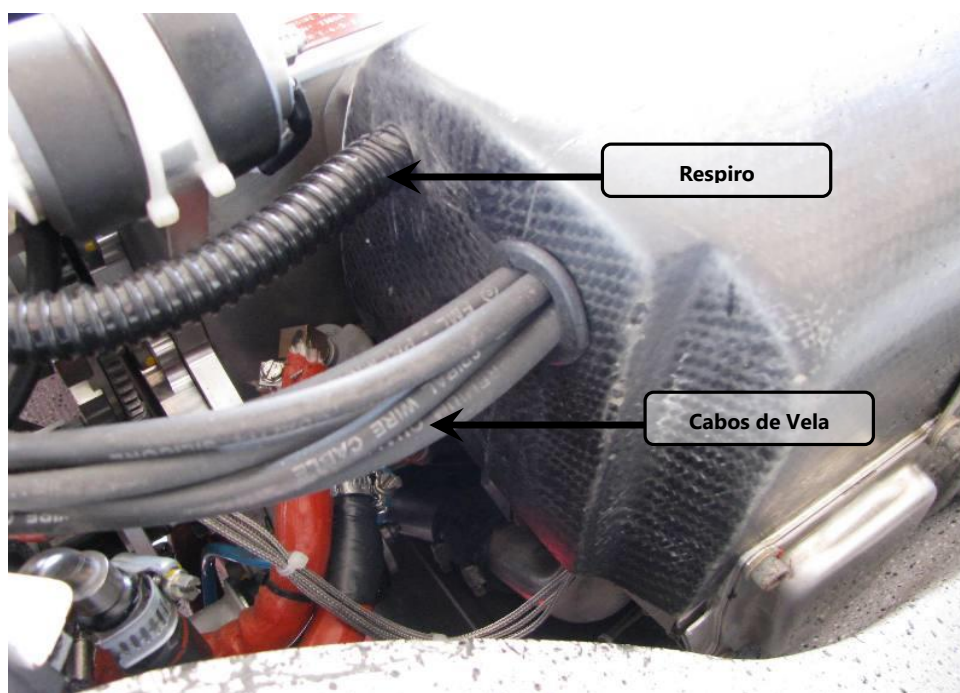

Figura 71.60.4 – Remoção da defletora
4. Retirar o respiro duto de alívio, situado atrás da defletora, das abraçadeiras que o fixam ao berço, ver figura 71.60.4.
5. Desconectar os cabos de vela, mostrados na figura 71.60.4.